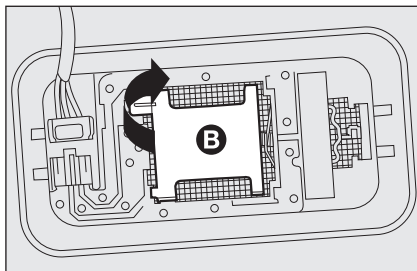

fig. 26
- ☐ abrir la tapa **B-fig. 26** como se indica;